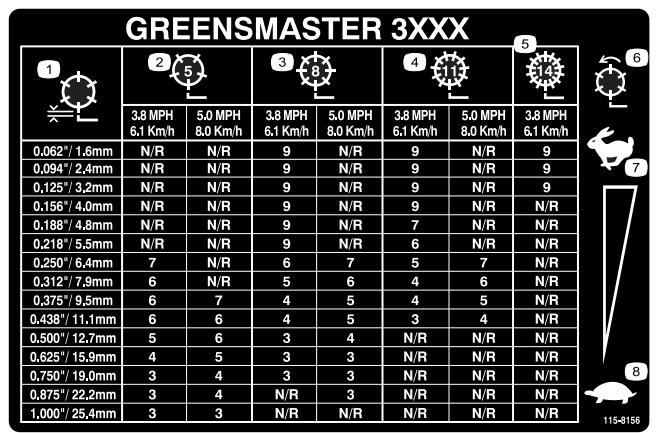

Figura 28
3. Utilizzando il grafico idoneo (vedi Figura 28) per gli apparati di taglio a 5, 8, 11 o 14 lame, determinate la corretta impostazione della velocità dei cilindri.